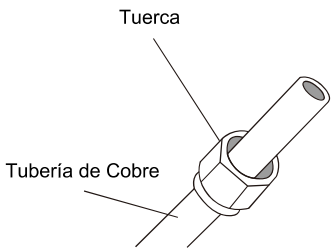

Fig. 5.3
3. Coloque tuercas de ensanchado en las dos puntas de la tubería. Asegúrese que están dando cara en la dirección correcta, porque ya no los va poder poner o cambiar su dirección una vez que están ensanchados. Vea Fig. 5.3.